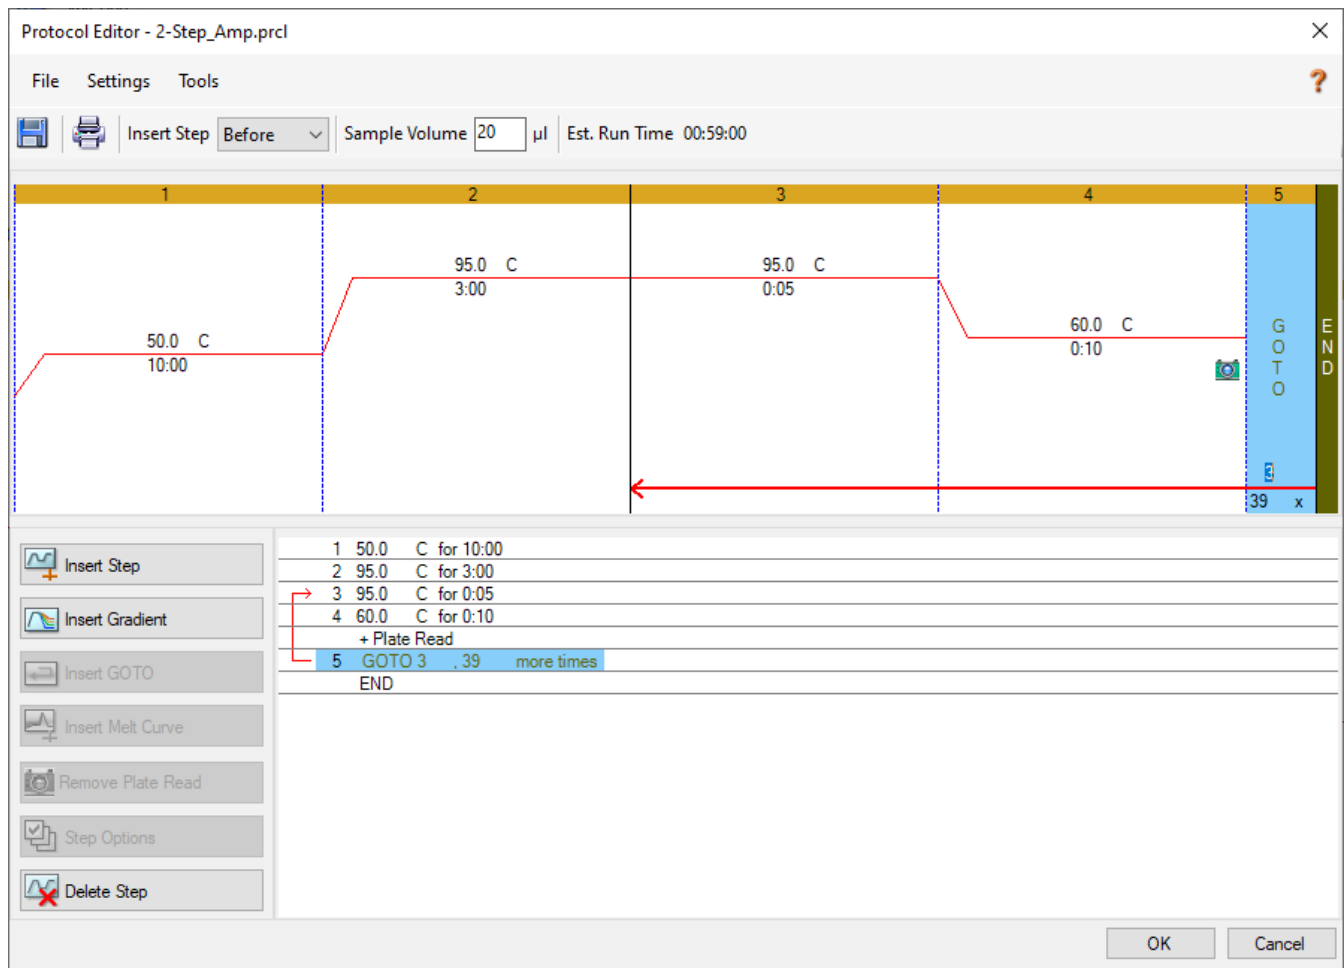

Abbildung 13 Temperaturprofil aus dem CFX Maestro-Bildschirm „Protocol Editor“ (Protokoll-Editor)
- 7 Passen Sie die anderen Schritte des Temperaturprofils wie in **Abbildung 13** an. Die Einstellungen sind außerdem in **Tabelle 11** zusammengefasst. Stellen Sie sicher, dass der GOTO-Schritt (Schritt 5) auf eine 39-malige Wiederholung eingestellt ist.